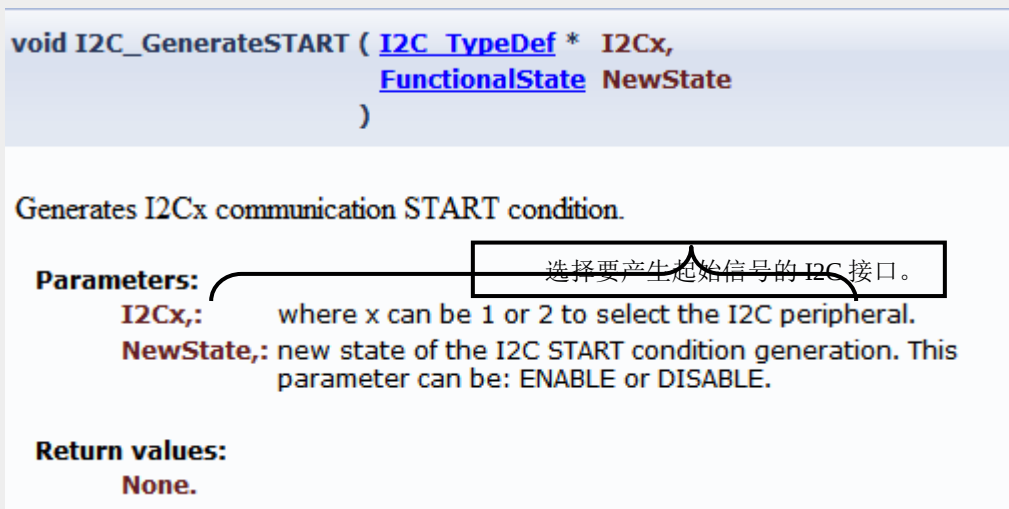

图 12-9 I2C\_GenerateSTART 函数说明
(1) 第 17 行，调用库函数 `I2C_GenerateSTART()` 产生  $I^2C$  的通讯起始信号 `S`。其库函数说明如图 12-9。